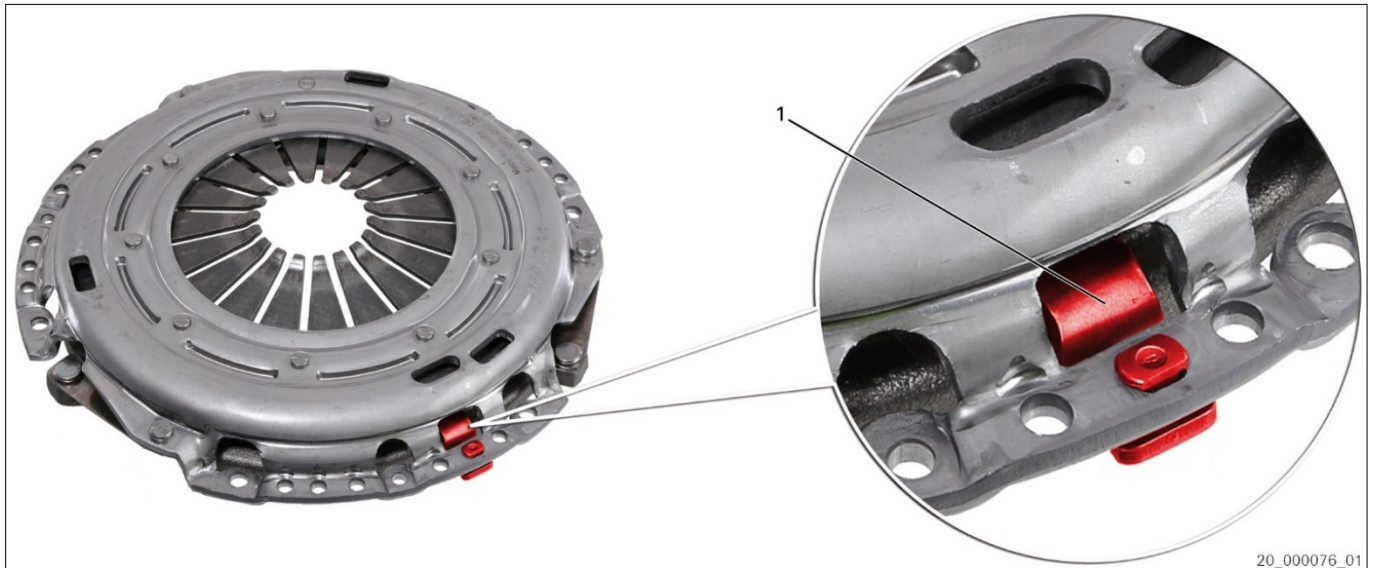
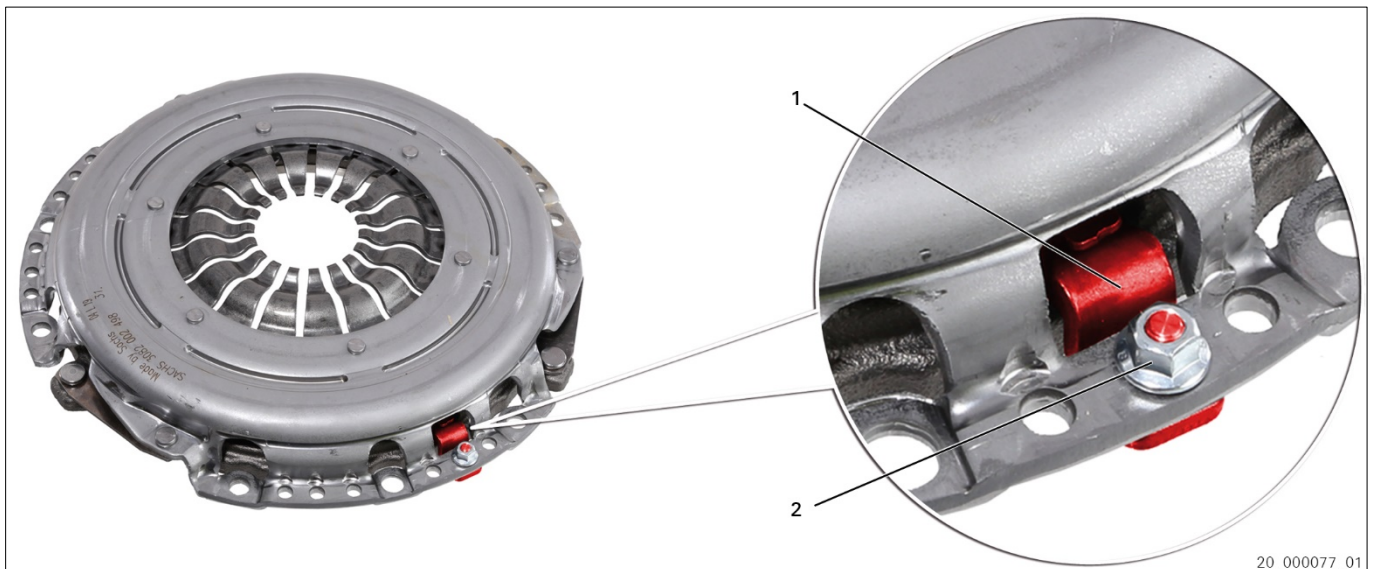

Fig. 1: XTend type I med husstopp (klinket)
Fig. 2: XTend type I med husstopp (skrudd)
Spesifikasjoner	Husstopp klinket (fig. 1) eller skrudd (fig. 2)
**XTend type I klinket versjon (fig. 1)**
XTend type I skrudd versjon (fig. 2)